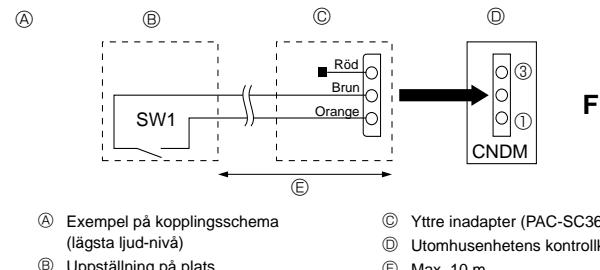

Fig. 9-1
④ Tryck på **TEST**-knappen i 3 sekunder eller mer eller tryck på **① ON/OFF**-knappen om du vill avbryta detektering av köldmedelsläckage (inledande körning).
9.1. Lägsta ljud-nivå (ändring på plats) (Fig. 9-1)